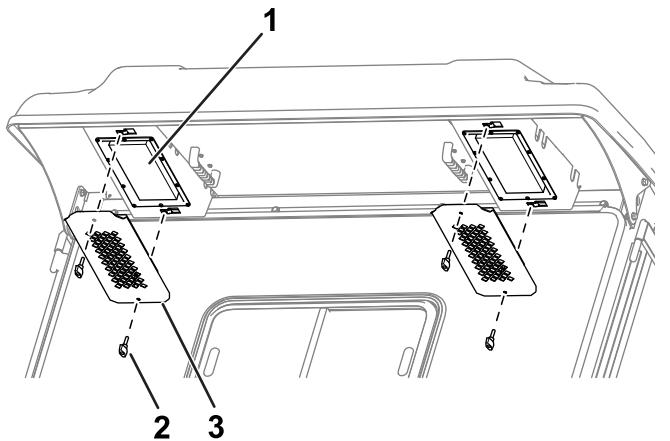

Figura 82
4. Utilice los pomos y las rejillas para instalar los filtros en la cabina (Figura 82).
1. Retire los pomos y las rejillas del reborde trasero de la cabina (Figura 82).